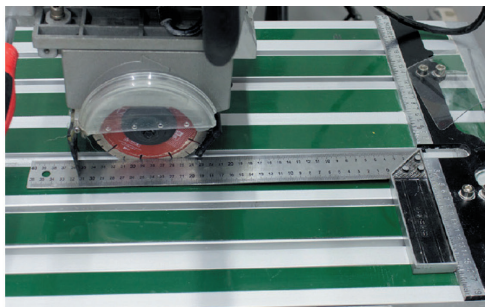

Рис.24
- Найдите положение торцевой планки, при котором диск будет слегка касаться угольника на протяжении всей длины линейки (рис. 24).